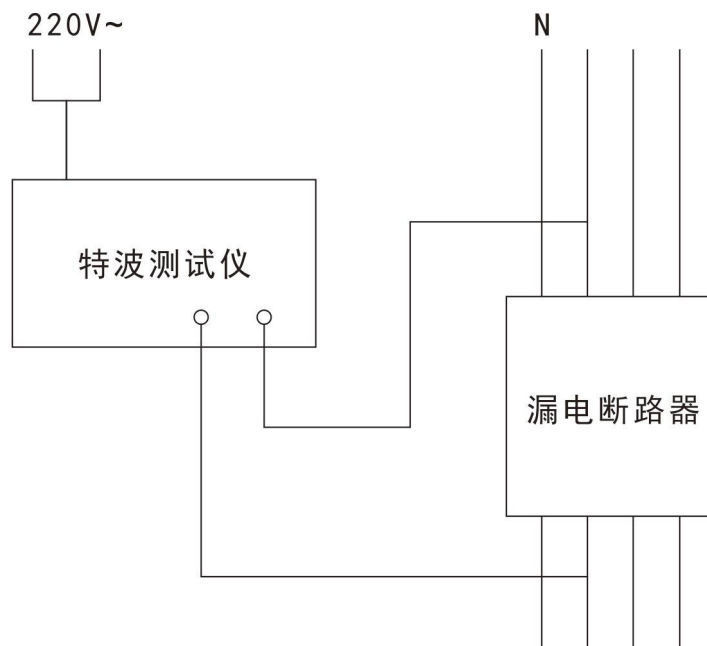

图 2 特波专用试验仪试验图
6.1、如要验证该产品特波分离动作功能，可用我公司的特波专用试验仪器。接线如图 2 所示。
先按图 2 接好线，将漏电断路器的动作档位开关置于任意动作电流档，分断时间置于  $<0.5s$ 、 $<0.3s$  或  $<0.2s$  档，并闭合漏电断路器，这时只需按动特波专用试验仪器的试验按钮，漏电断路器即可动作，并显示特波动作，即“特波”指示灯闪亮。